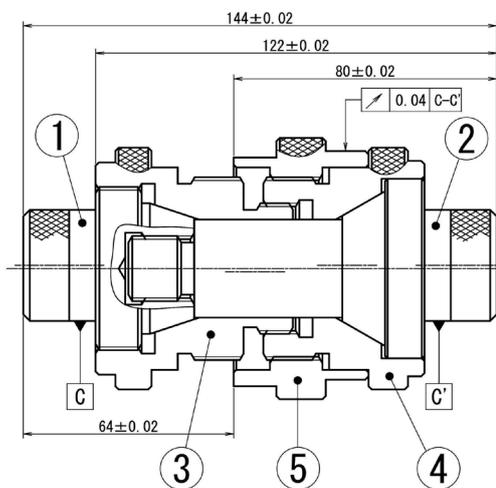

図4 組立図A
競技課題の図面を図4から14に示す。課題は、図4に示されている部品①から⑤を図面仕様の精度に加工し、組立図Dの状態からC、B、Aへ摺動させなければならない。各組立状態での部品間の寸法を高精度(図4から7)に仕上げる必要がある。各部品が部品図に規定されている寸法公差に仕上げられていても組立寸法の精度や摺動はできない。寸法公差の指示がない箇所も組立状態を考慮した公差域や累積誤差の補正が必要となる。